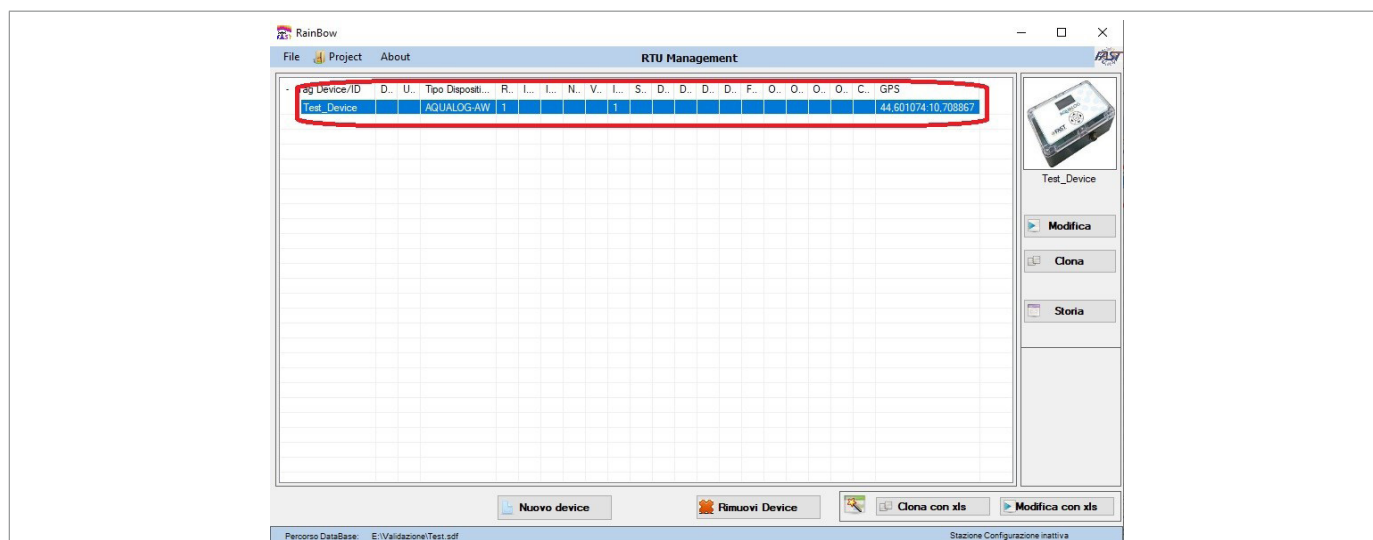

Fig. 8.30. Selezione RTU
3. Selezionare la RTU desiderata (Fig. 8.30)